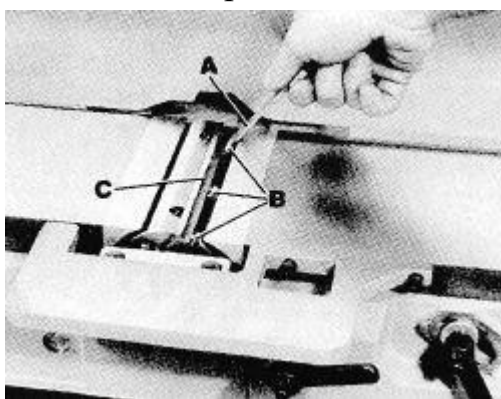

Рис. 40 Демонтаж ножей
3. Используя гаечный ключ (А), Рис. 40, слегка ослабьте три стопорных винта (В) в каждом пазу ножа для снятия напряжения во фрезерной головке, повернув винты по часовой стрелке.
4. Ослабьте винты и снимите ножи (С), Рис. 40, с фрезерной головки.